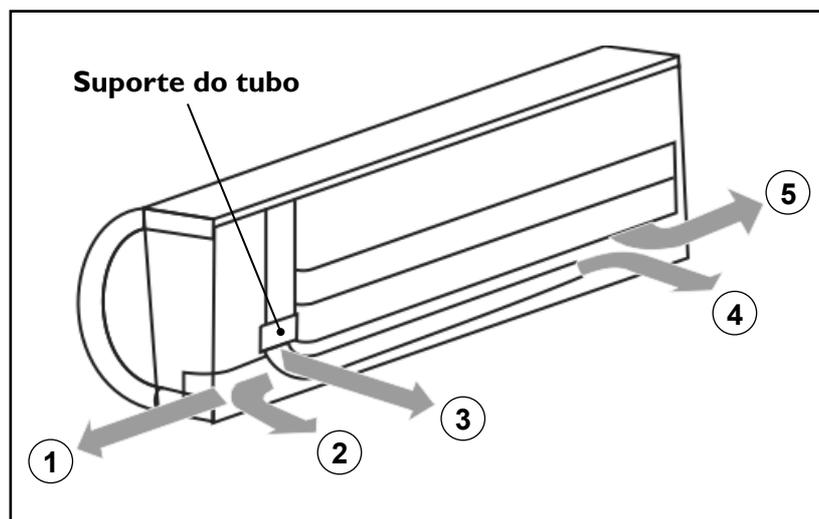

Figura 10 - Tubulações
- A tubulação pode ser conectada em qualquer uma das direções indicadas na figura 10: